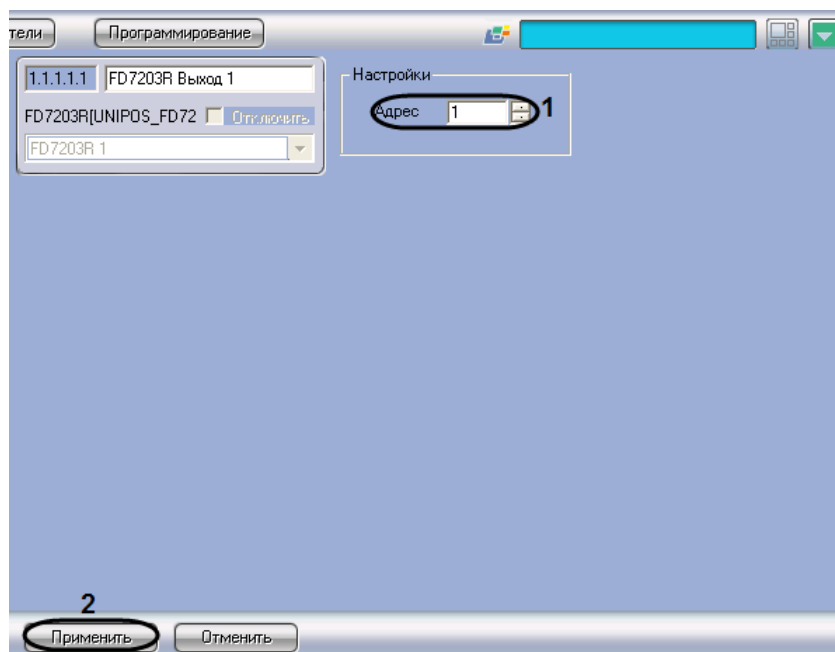

Рис. 3.6-12 Настройка выхода адресного модуля FD7203R
1. Перейти на панель настройки объекта **FD7203R Выход** (Рис. 3.6-12).
2. В поле со списком **Адрес** ввести адрес выхода модуля *FD7203R* (см. Рис. 3.6-12, **1**).
3. Для сохранения настроек во внутренней базе данных ПК *ACFA Intellect* нажать кнопку **Применить** (см. Рис. 3.6-12, **2**).